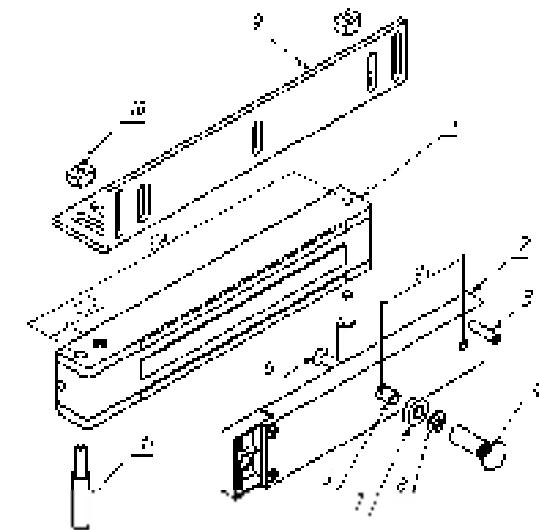

Рисунок 1
3.1 Комплект поставки (рисунок 1):
- корпус (1) - 1 шт.
- якорь (2) - 1 шт.
- комплект крепления якоря: штифт (3), втулка (4), втулка проходная (5), винт M6x35 (6), кольцо уплотнительное (7), шайба (8).
- L-уголок AL-300PR (9) - 1 шт.
- втулка (10) - 2 шт.
- винт (11) - 2 шт.